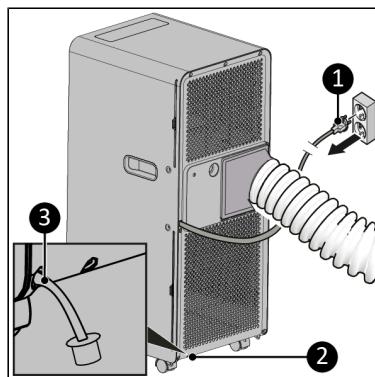

Abbildung 56.
1. Stellen Sie sicher, dass das Gerät ausgeschaltet und der Stecker aus der Steckdose gezogen ist (Abbildung 56, Pos. 1).
2. Entfernen Sie die Kappe (Abbildung 56, Pos. 3) von der Entwässerungsstelle (Abbildung 56, Pos. 2).